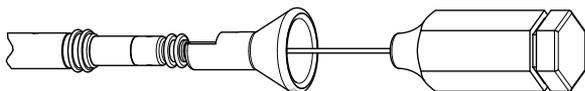

Abbildung 2. Einführen des Mandrins
3. Führen Sie den gewählten Mandrin durch den Anschlussstift oder die ggf. verwendete Mandrin-Einführhilfe ein (Abbildung 2 Einführen des Mandrins auf Seite 15).